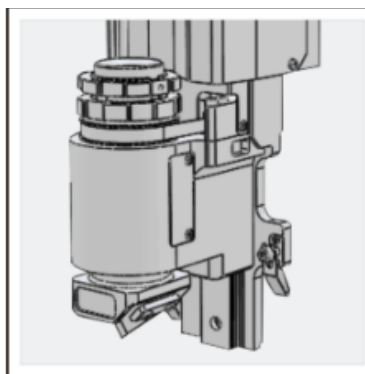

Рис. 26
- Установка инструмента завершена (Рис. 26). Покачайте модульный держатель ножа V-Cut для того, чтобы убедиться в отсутствии зазора и шатания и, соответственно, в правильной сборке и установке. Необходимо принимать во внимание, что косое лезвие для выборки V-образного паза очень острое, поэтому при сборке инструмента необходимо соблюдать особую осторожность.